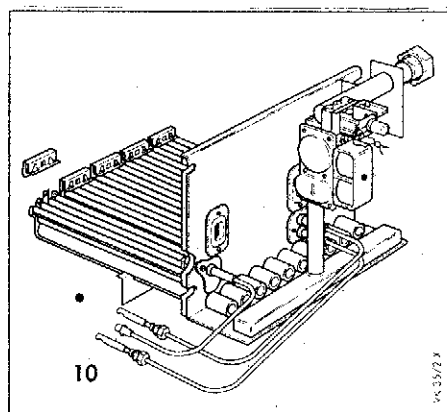

Рис. 10.7 Горелка
Обозначения на рис. 10.7
- Отсоединить штекер (3) от газового блока.
- Разъединить разъём кабеля (10, рис. 10.7) ионизационного электрода.